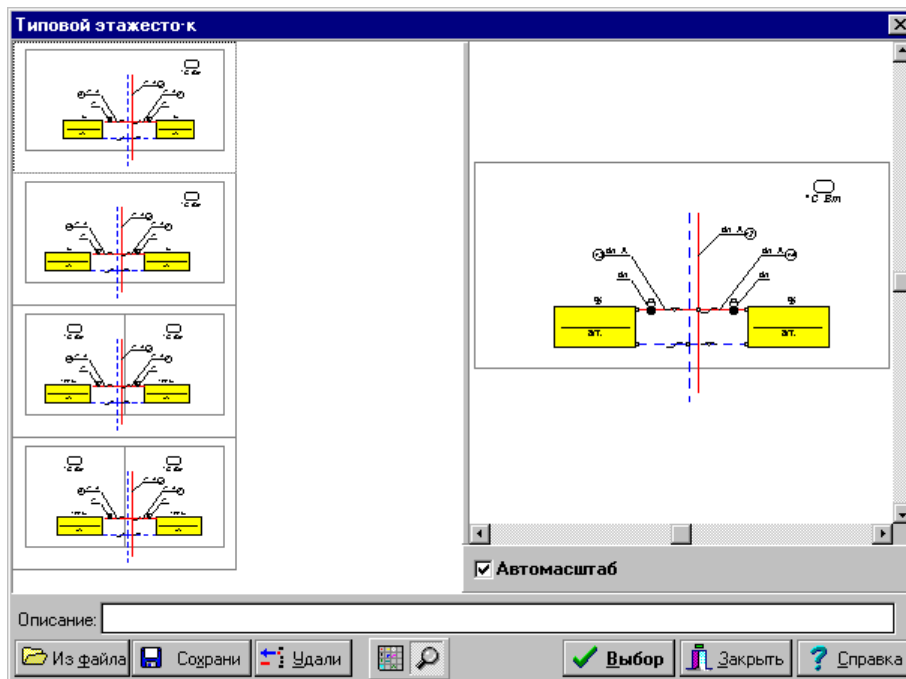

Рис. 5.30. Диалоговое окно с набором типовых этажестояков
3. в высветившемся диалоговом окне выбрать соответствующий блок (Рис. 5.30). После нажатия клавиши **ОК** выбранный блок будет записан в буфер обмена, а курсор мыши будет иметь вид буфера обмена , это означает, что программа в состоянии вставки данных из буфера обмена;